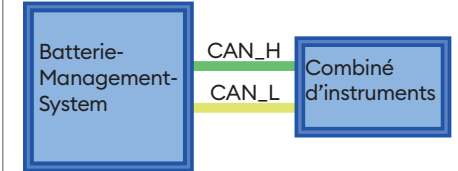

Fig. 4
de mesure sont transmis au combiné d'instruments au moyen d'un signal de bus (Fig. 4). Ceci n'est possible que si le contact (15) est enclenché.